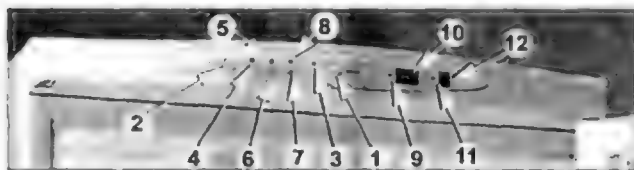

Рис. 2.5.3
СУ HZOS 3316/6 имеет следующие органы управления и индикации (рис. 2.5.3):
После включения аппарата в сеть индикаторы температуры 10, 12 (рис. 2.5.3) загораются и показывают текущую температуру в своих камерах. Поворотом ручек регулировки температуры 1, 2 по часовой стрелке включают соответствующие компрессоры и выбирают требуемую температуру в своих секциях. В положениях ручек «0» компрессоры выключены и соответствующие индикаторы 3, 4 нормальной работы не светятся.
Нажатие кнопки 6 «экспресс-заморозка» сопровождается загоранием индикатора 5 (рис. 2.5.3). Компрессор морозильника начинает работать в непрерывном режиме по достижении в камере температуры -33°C , затем он выключается. Как только температура в морозильнике поднимется до -32°C , компрессор включится вновь и так по циклу. Режим «экспресс-заморозка» выключается повторным нажатием кнопки 6.
- зуммер издает непрерывный звуковой сигнал, если дверь холодильной камеры остается неплотно закрытой или вовсе открытой более 1 мин. Сигнал отключается при закрытии двери или при нажатии кнопки 7 (рис. 2.5.3);
- зуммер издает прерывистый звуковой сигнал с одновременным миганием красного индикатора 8 (рис. 2.5.3) в случае, если температура в морозильной камере слишком высокая. Нажатием кнопки 7 можно отключить зуммер, однако индикатор будет мигать. Если температура в морозильной камере остается повышенной в течение 24 ч с момента отключения зуммера, он опять включится. Сигнализация автоматически отключится при восстановлении нормальной температуры в камере.
ров дисплея ЕР4 на нем высветятся «прочерки», соответствующие тому или иному сенсору. «—» — холодильной камеры, «-» — морозильной камеры (не путать с режимами индикации крайних значений температур в камерах — см. выше). Если какой-либо температурный сенсор, подключенный к контроллеру, поврежден (короткое замыкание или обрыв), СУ останавливает соответствующий компрессор и начинает мигать индикатор 3 или 4 (рис. 2.5.3).
Кроме того, дисплей 10 (см. рис. 2.5.3) индикации температуры в морозильной камере может отображать коды возникших ошибок, которые показаны в табл. 2.5.3
ратуры в морозильной камере. Если ручка регулировки температуры (2 на рис. 2.5.3) в морозильной камере установлена в положение «0», то на дисплее код ошибки будет отображаться постоянно. В случае возникновения приведенных выше ошибок необходимо отключить холодильник от сети, а затем спустя некоторое время включить его вновь. Если ошибки больше не появляются, они могут быть вызваны случайным сбоем в работе контроллера или помехами в электрической сети.
Для проверки запуска компрессоров холодильника контроллер Е72 имеет специальную функцию. Ее запускают следующим образом. Отключают холодильник от сети, нажимают и удерживают одновременно кнопки 6 и 7 (см. рис. 2.5.3), затем подключают холодильник к сети. После этого через 1 с включается компрессор морозильника, а вслед за ним (через 2—3 с) — холодильника. Чтобы перевести холодильник в нормальный режим работы, выключают его из сети и включают вновь.
Сервисный тест запускается следующим образом: отключают холодильник от сети, нажимают и удерживают кнопку 6 (см. рис. 2.5.3), затем подключают холодильник к сети. Переключение этапов тестирования происходит нажатием этой же кнопки с интервалом не более 1 мин. Программа выполняет тест в последовательности, показанной в табл. 2.5.4.
4	Включение режима «экспресс-заморозка» и индикатора 5 (см. рис. 2.5.3)
5	Включение звуковой сигнализации (зуммера) и индикатора 8 «ошибка» (рис. 2.5.3)